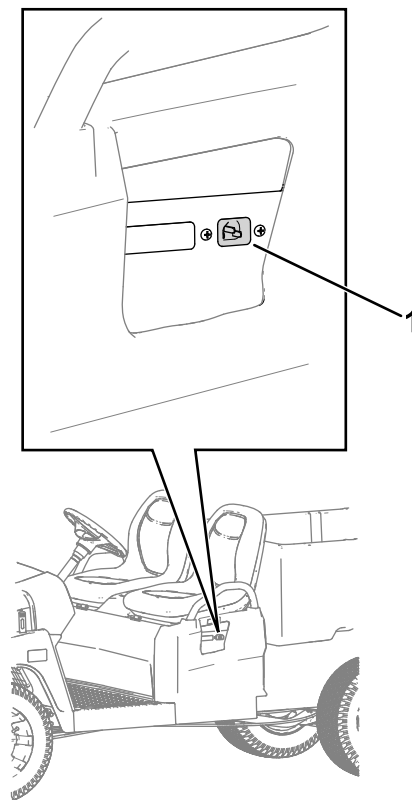

Bild 28
1. Stecken Sie das Stromversorgungskabel in die Ladebuchse der Maschine ein (Bild 28).